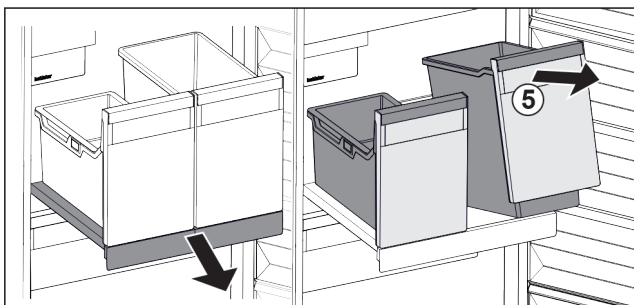

Fig. 139
- Posodo Fig. 139 (5) dvignite naprej.